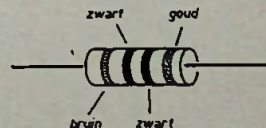

Fig. 2
9) De weerstand van fig. 2 heeft een waarde van: